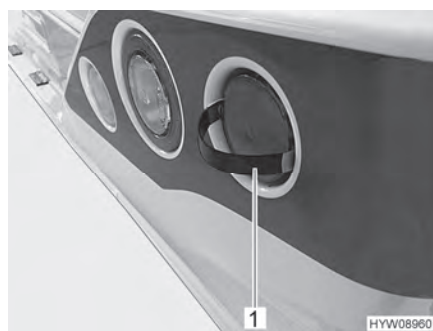

Bild 153 Ta av kåpan
- Stick in låstungor för det medlevererade verktyget (Bild 153,1) som beskrivs vid sidan av skyddet.